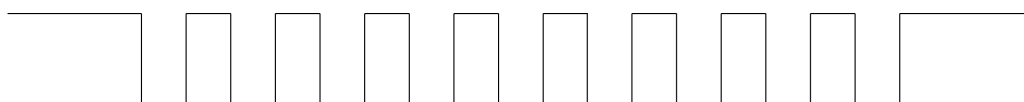

图 37-4. 主机时钟负向波形
- **场景三：**主机发送的时钟非自由运行时钟，且其时钟波形如图 37-4 所示。
- **场景三：** 主机发送的时钟非自由运行时钟，且其时钟波形如图 37-4 所示。